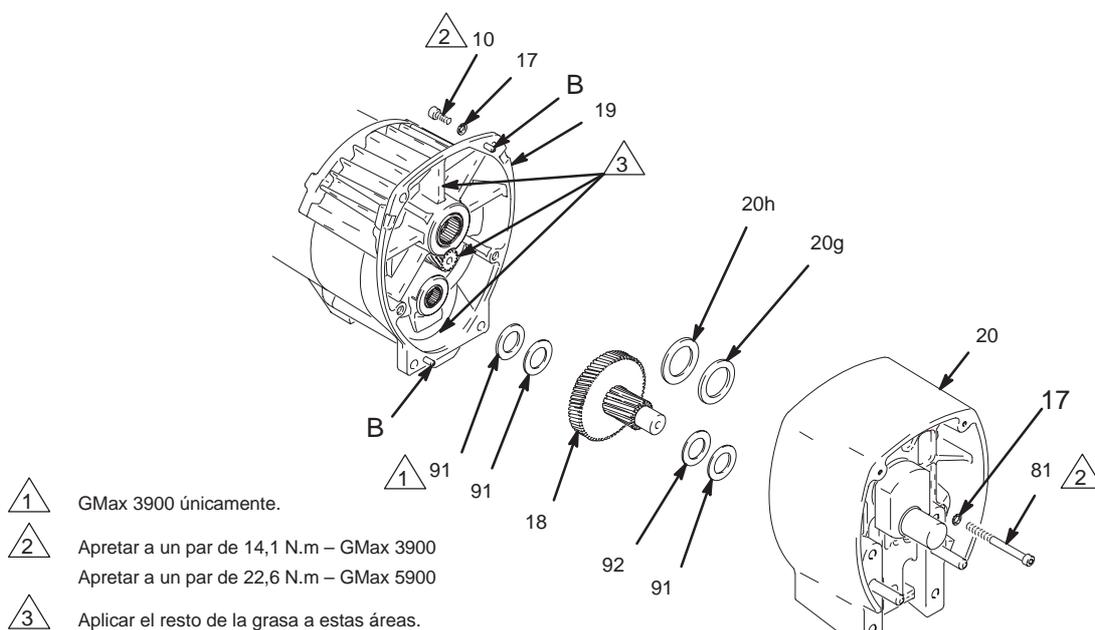

Fig. 3
- Fig. 3. Saque el alojamiento del cojinete. Realice los pasos del 1. al 8. del procedimiento de la sección **Cambio del alojamiento del cojinete y de la biela**, en la página 6.
- Fig. 3. Retire los dos tornillos (81) y las arandelas de seguridad (17).
- Saque los cuatro tornillos (10) y las arandelas de seguridad (17) del alojamiento del piñón (19).
- Golpee suavemente alrededor del alojamiento de impulsión (20) para aflojarlo. Separe el alojamiento de impulsión del alojamiento del piñón. Hay que estar preparado para sujetar el tren de engranajes (18), que puede salirse al hacer este movimiento.
- Fig. 3. Instale el alojamiento del cojinete. Realice los pasos del 1. al 6. del procedimiento de la sección **Alojamiento del cojinete y de la biela**, en la página 6.